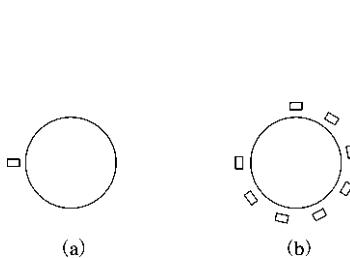

图 1-140 习题 9
9. 将图 1-140(a)中的矩形以矩形对角线交点为中心旋转 90° 。以旋转后的矩形作环形阵列，阵列中心为圆心，阵列后矩形个数为 8，环形阵列的圆心角为 270° 。完成后的图形如图 1-140(b)所示。